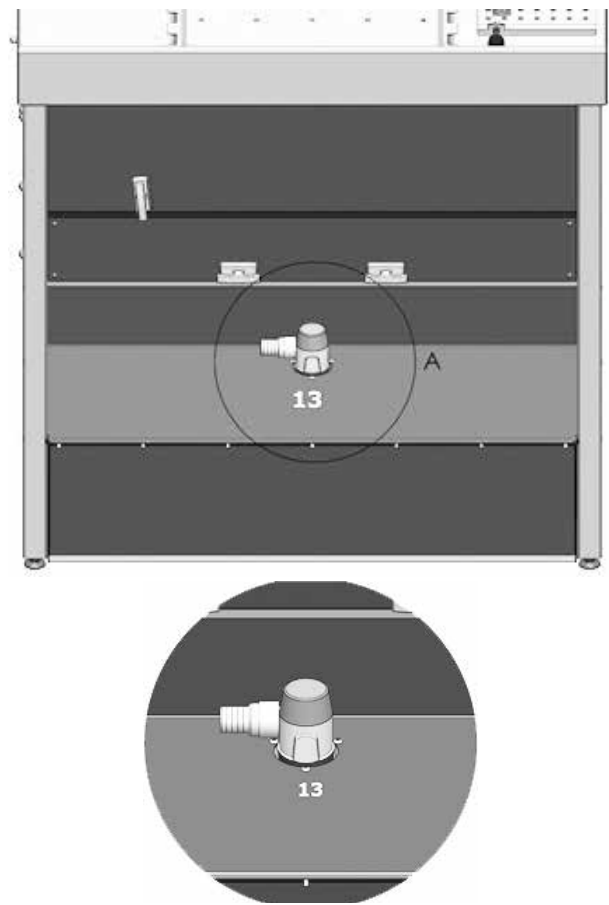

Fig. 8
Montage de la pompe d'eaux usées pour les écoulements surélevés (13) fig. 8